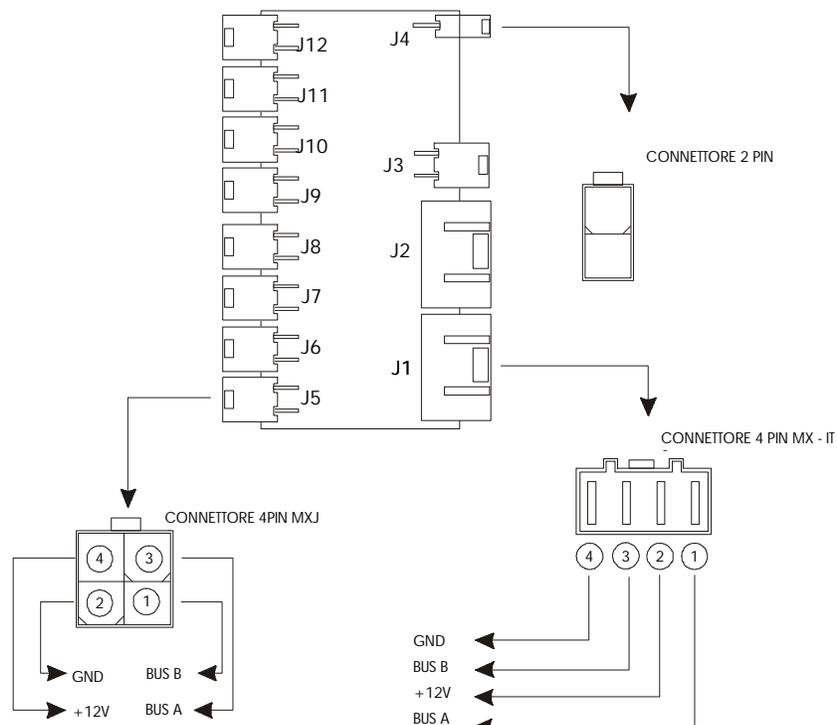

Figure 1 "Power Hub"
- J1..J2 Molex "*caimano* " sigle **mlx94213-2014** avec les contacts disposés de la façon suivante (voir aussi Figure 1):
- J12 Molex "mini-fit Jr" sigle **MLX5569-04** avec les contacts disposés de la façon suivante (voir aussi Figure 1):
- J12 Molex "mini-fit Jr" sigle **MLX5569-02A2** avec les contacts disposés de la façon suivante (voir aussi Figure 1):